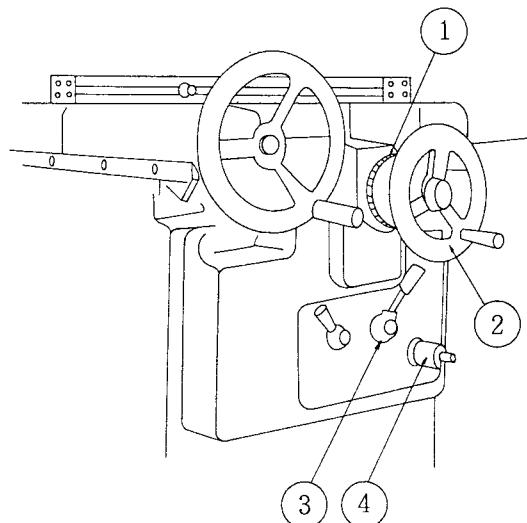

図1-8
(4) サドル前後送り (図1-8)
- ① 前後送りダイヤル
- ② サドル前後送りハンドル
- ③ サドル前後送り切換レバー
- ④ ステップ送り量調節ノブ
- ・4 (1) ② 参照
- ⑤ 4 (1) ③ 参照